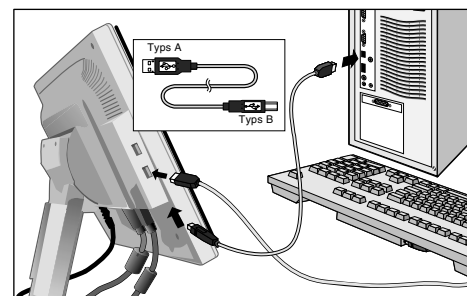
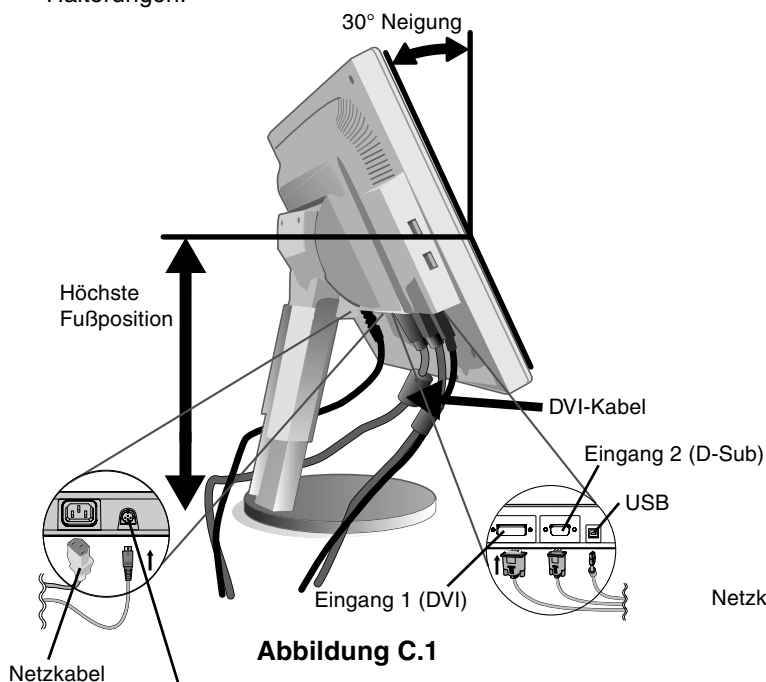

Abbildung B.2
Abbildung C.1
3. Fassen Sie den LCD-Bildschirm auf beiden Seiten an, neigen Sie ihn in einem Winkel von 30 Grad, und heben Sie ihn in die höchste Position (**Abbildung C.1**).
4. Verbinden Sie alle Kabel mit den entsprechenden Anschlüssen (**Abbildung C.1**). Verbinden Sie den Anschluss des Typs B mit dem USB-Upstream-Port an der unteren Seite des Monitors und den Anschluss des Typs A mit dem Downstream-Port am Computer (**Abbildung B.2**). Wenn Sie das Kabel eines USB-Geräts verwenden, müssen Sie es in einen der Downstream-Ports an der Seite des Monitors einstecken.